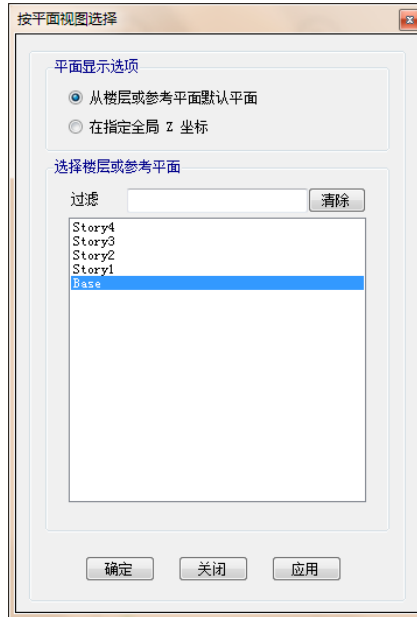

图 3-14 按平面视图选择对话框
3. 点击**设置平面视图**  按钮，弹出如图 3-14 所示的**按平面视图选择**对话框。